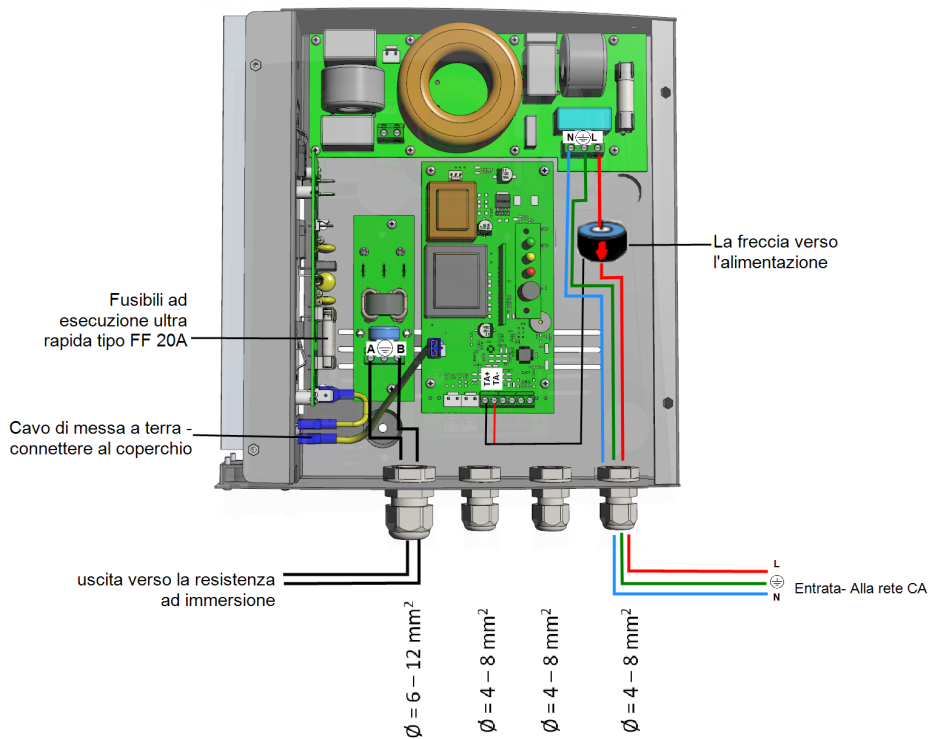

Figura 3: Collegamenti regolatore resistenza ad immersione
- Vedi la *Figura 3*.
Non connettere l'*uscita* del regolatore riscaldatore ad immersione (etichettato A&B) alla rete perché si danneggerebbe il prodotto. Connetti l'alimentazione il CA dalla rete solo *all'ingresso* apposito (vedi *Figura 3*).